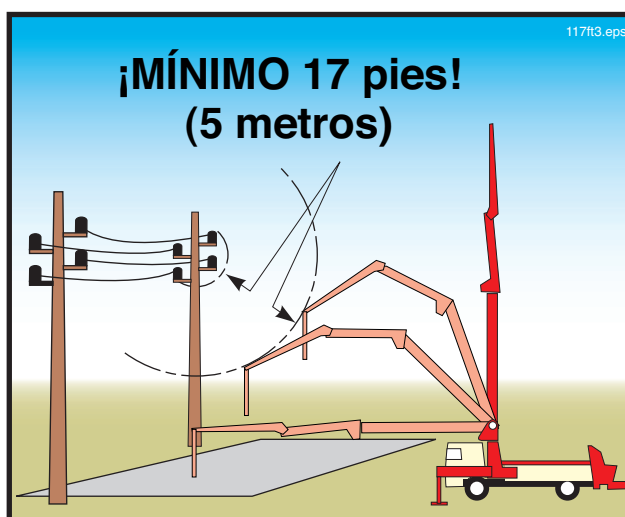

Figura 40
8.8 **⚠️ PELIGRO** Debe evitar por todos los medios la proximidad o el contacto peligroso con las líneas de energía eléctrica. ¡Asegúrese que mantiene 5 metros (17 pies) de distancia! La distancia de 5 metros (17 pies) deja espacio para el movimiento de los cables y de la pluma causado por la fuerza del viento, arcos eléctricos y errores humanos (Figura 40). No se arriesgue con el alto voltaje; ¡es la causa de muerte número uno de los operadores de bombas de concreto!